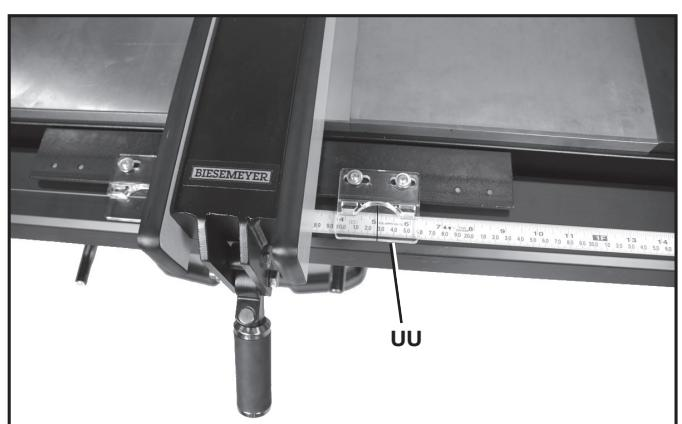

FIG. 27
- Régler le pointeur de droite (UU) fig. 27 sur le zéro et serrer la quincaillerie du pointeur.